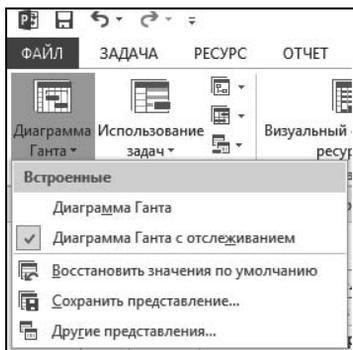

Рис. 4.10. Окно управления представлениями
- ◆ получить доступ к полному перечню представлений (команда **Другие представления**). Соответствующее окно показано на рис. 4.10.